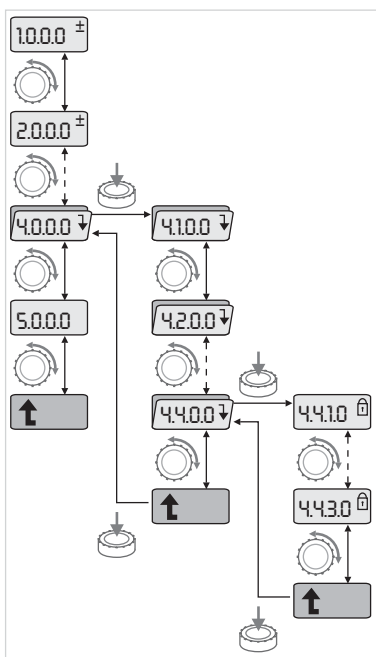

fig.31: Esempio di navigazione
- Effettuare la navigazione generale nel menu come segue (come mostra l'esempio nella fig. 31):